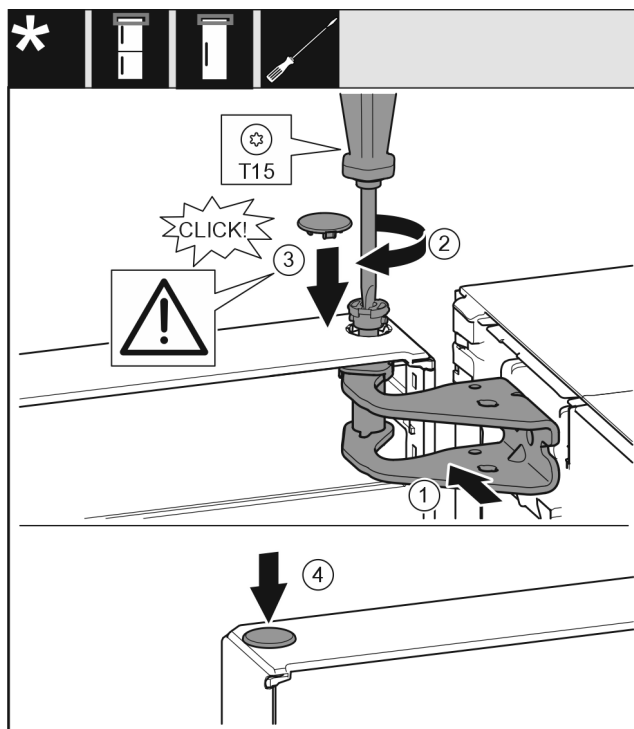

Fig. 21
- Dveře nahoře vyrovnejte s otvorem ve stojanu ložiska Fig. 21 (1).
- Vložte čep Fig. 21 (2) a pevně jej utáhněte šroubovákem.
- Nasadte kryt Fig. 21 (3) a pevně jej utáhněte šroubovákem.
- Zkontrolujte, zda kryt Fig. 21 (3) doléhá na dveře.
- Nasadte kryt Fig. 21 (4).